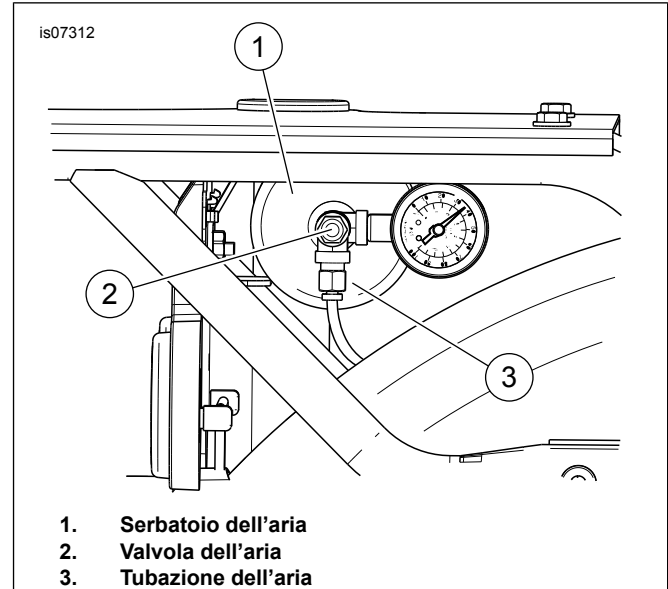

Figura 1. Valvola dell'aria della sella
1. Vedere Figura 1. Premere la valvola dell'aria (2) per scaricare la pressione dell'aria dalla sospensione pneumatica della sella e dal serbatoio (1). Scollegare la tubazione dell'aria (3).